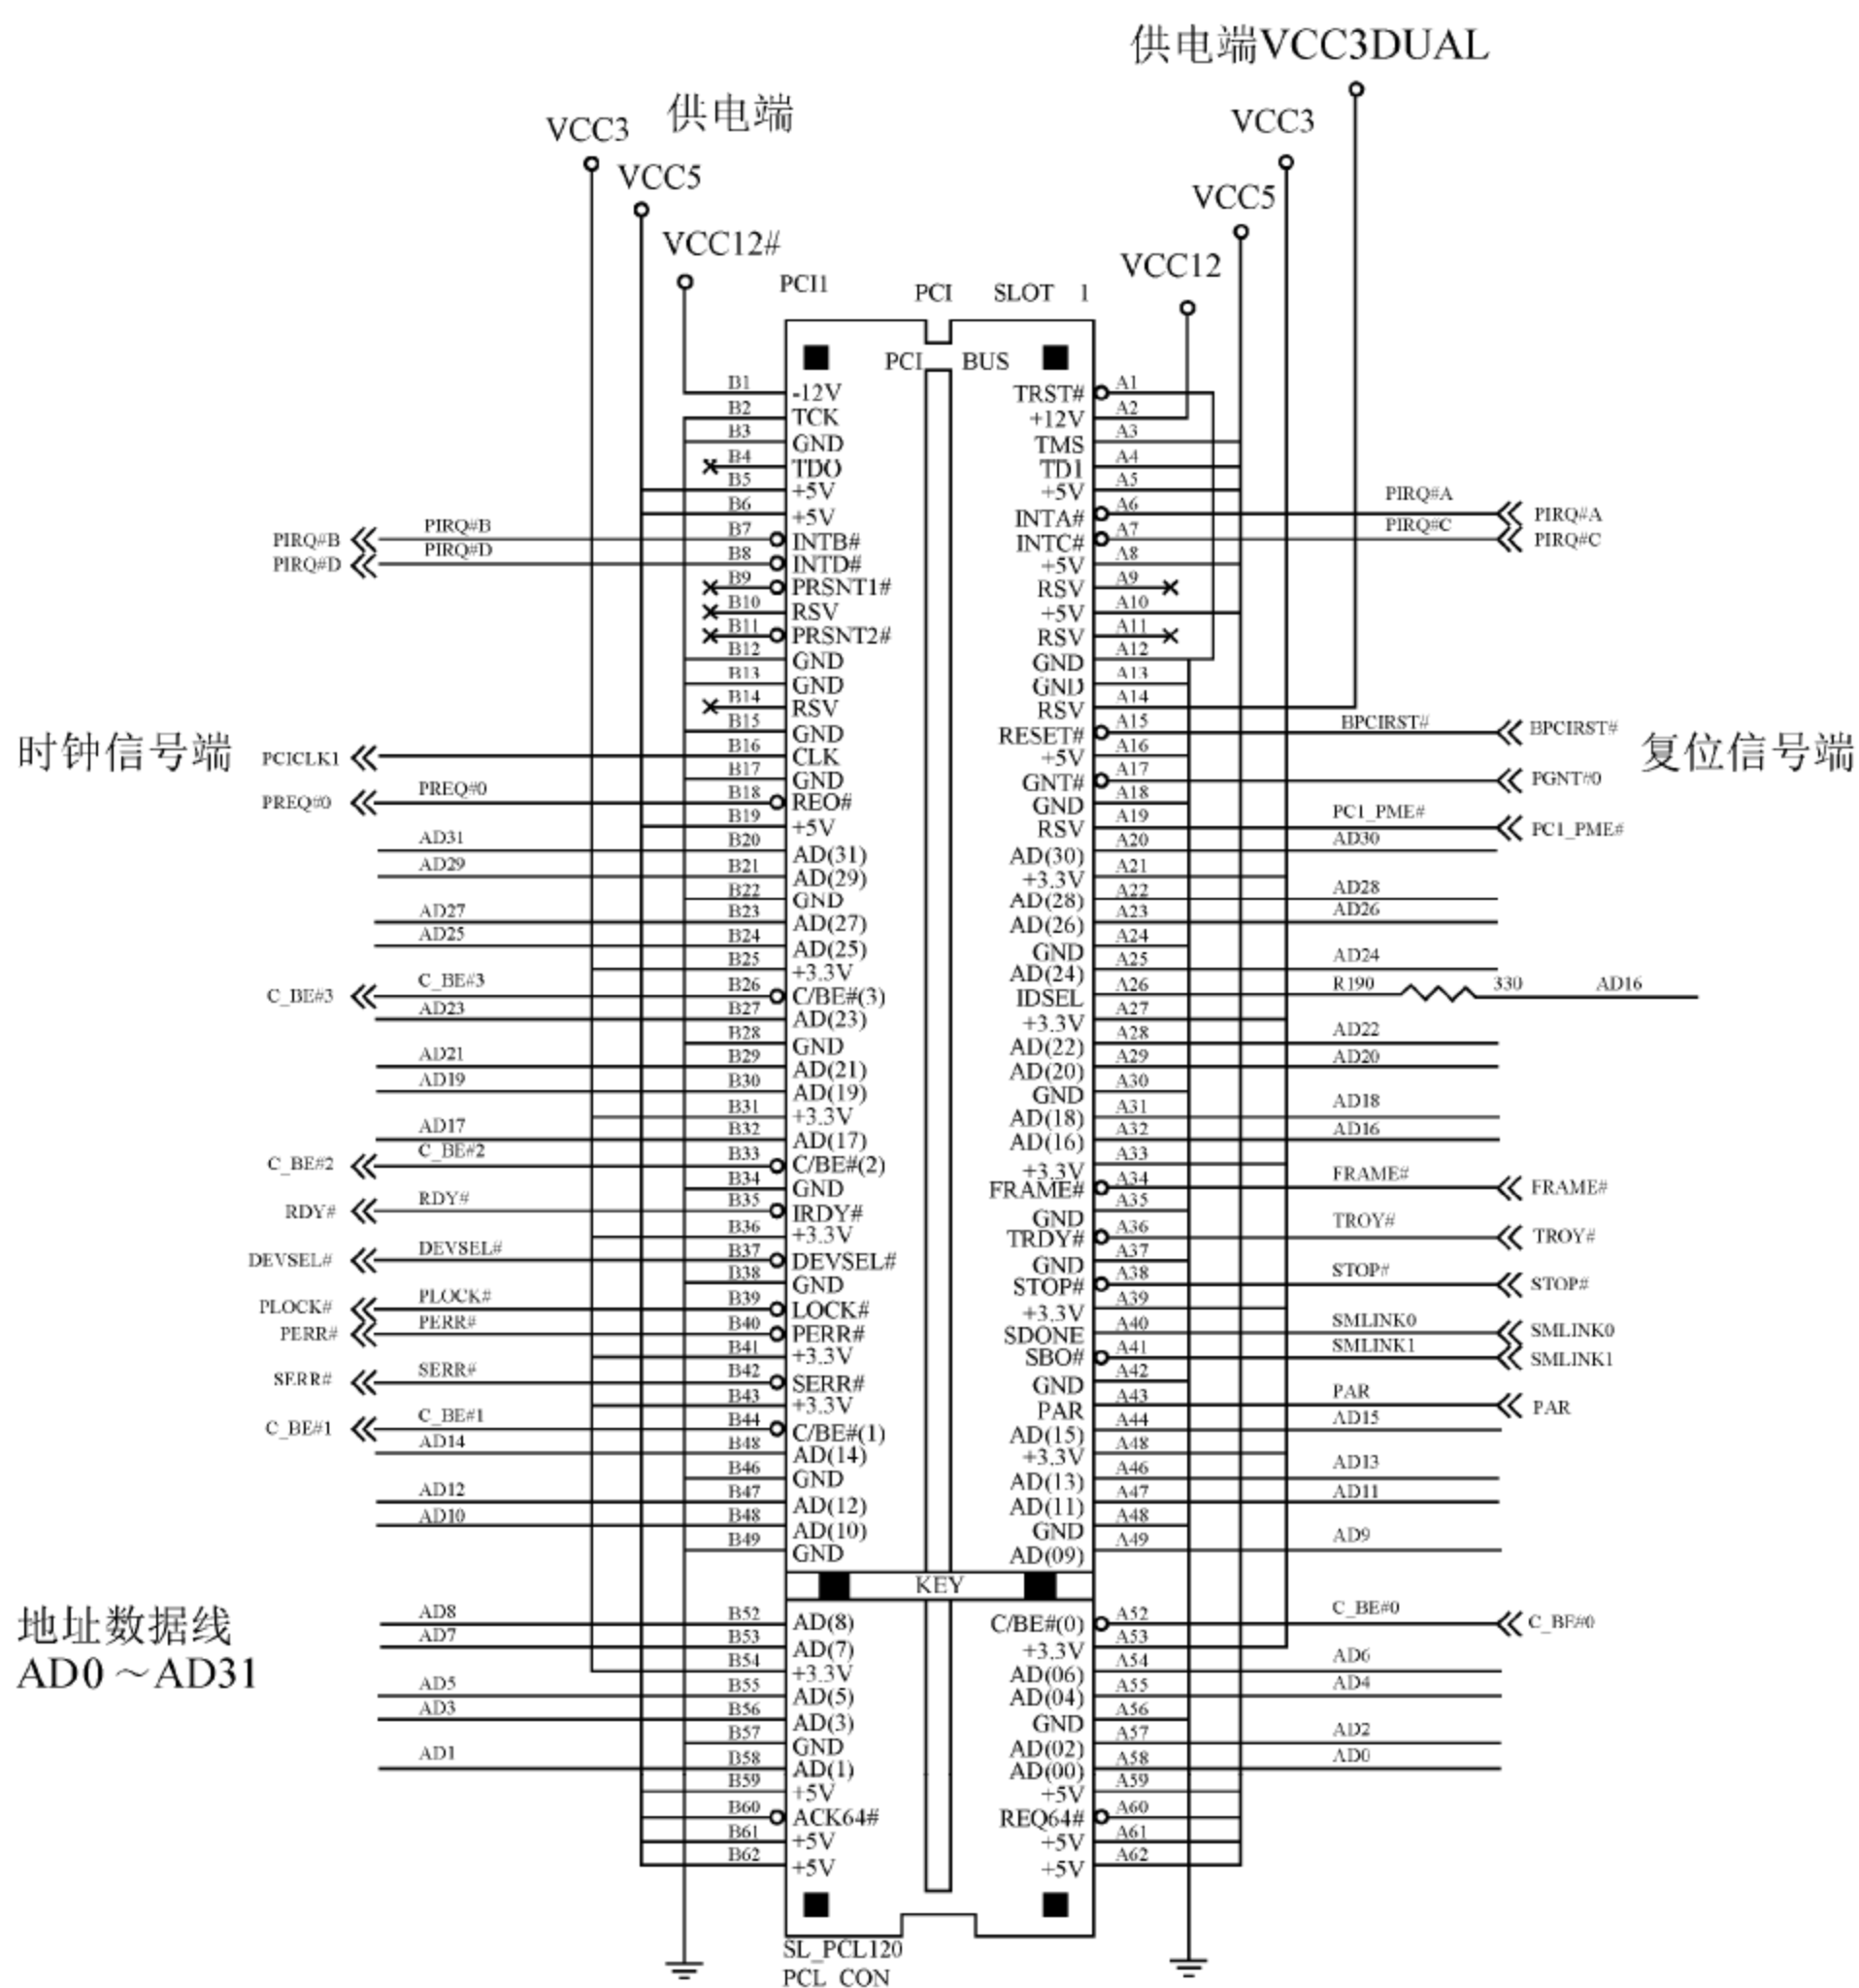

图 12-12 PCI 总线插槽电路
PCI 插槽引脚图如图 12-12 所示。
(1) 引脚 1: 信号线(Reset#)。PCI 插槽引脚图如图 12-12 所示，地址线插槽(A15 引脚)，地址线插槽来 32 条，地址线插槽来 32 条，地址线插槽来 32 条，地址线插槽来 32 条。
(2) 引脚 2: 地址线(CLK)。PCI 插槽引脚图如图 12-12 所示，地址线插槽(B16，地址线插槽来 33.333MHz)，地址线插槽来 PCI 插槽来 33.333MHz，地址线插槽来 33.333MHz，地址线插槽来 33.333MHz。
(3) 引脚 3: 信号线。PCI 插槽引脚图如图 12-12 所示，地址线插槽来 4 组信号线: +5V、+3.3V、+12V、-12V。竞争+3.3V 三组信号线，+12V 三组信号线。